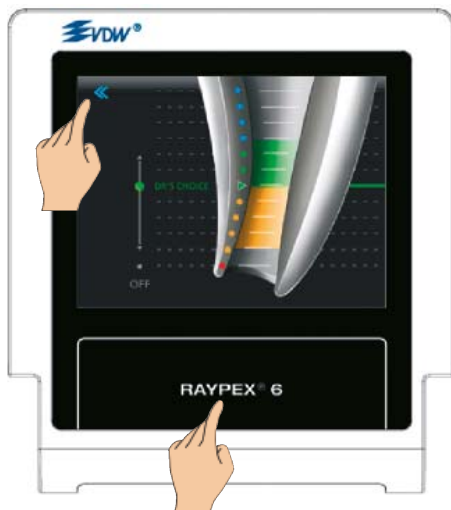

图 26 退出 DR'S CHOICE
- 点击后退箭头或 RAYPEX®6 “首页”区域以退出 DR'S CHOICE (图 26)